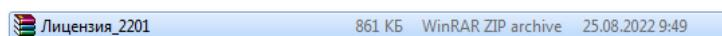

Рисунок 8.4 – Заархивированный файл с программными ключами
- Найдите заархивированную папку с именем, соответствующим ID лицензии, и расширением ***.zip**, которая была предоставлена НПП «Стелс» (см. рисунок 8.4).